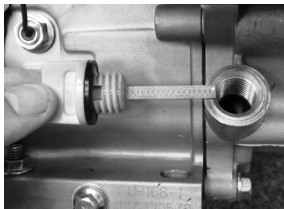

Рис. 20
2. Выкрутите пробку маслозаливной горловины (Рис. 20);